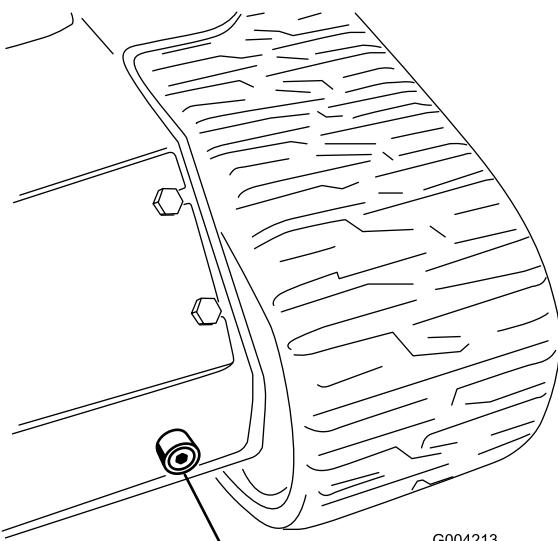

**Figure 52**
5. Enlevez le bouchon et la jauge du réservoir hydraulique (Figure 52).